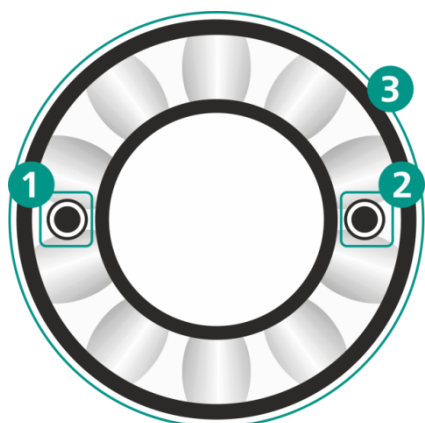

Рис. 2.1. Датчик дыма (вид сверху)
1. Вскройте корпус датчика: поверните крышку корпуса (3 на Рис. 2.1) против часовой стрелки, удерживая кронштейн крепления к потолку (4 на Рис. 2.2).
4. Аккуратно снимите крышку корпуса датчика (3 на Рис. 2.1).